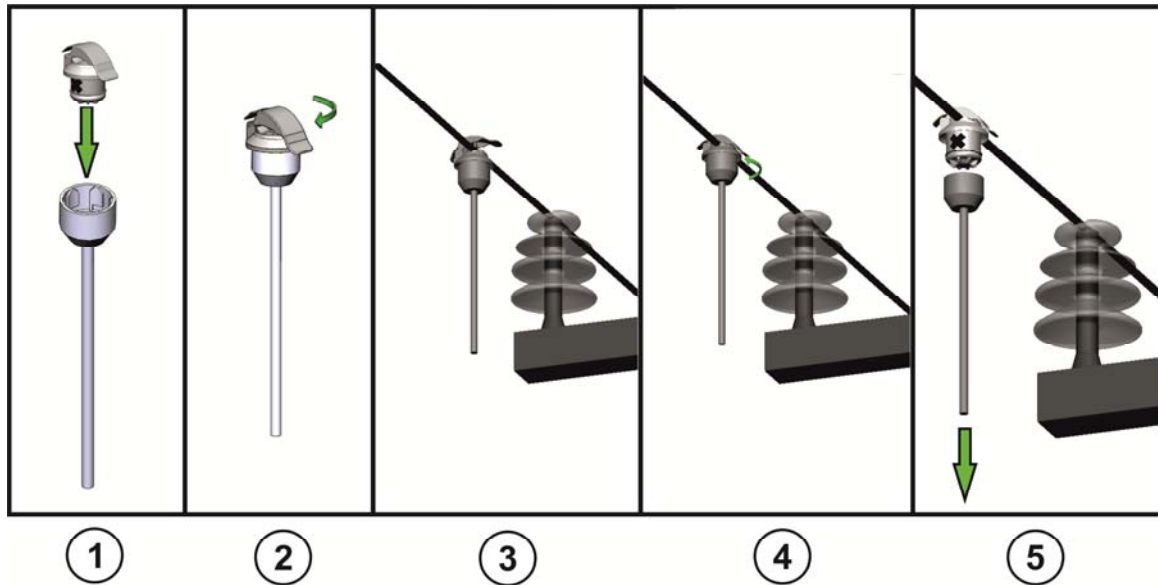

Рисунок 12 – Порядок установки индикатора ИКЗ-В33 без отключения подачи напряжения
2.5.1 Порядок установки индикаторов ИКЗ-В33 на линию без отключения подачи напряжения следующий (Рисунок 12):
- установить индикатор ИКЗ-В33 в штангу с подстаканником (1);
- закрепить индикатор ИКЗ-В33 в подстаканнике (2);
- закрепить индикатор ИКЗ-В33 на проводе (3);
- отсоединить подстаканник штанги от индикатора ИКЗ-В33 (4);
- убрать штангу с подстаканником (5).